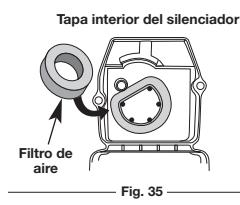

Fig. 35
- Gire la tapa y ubique el filtro de aire adentro. Saque el filtro de aire de adentro de la tapa del filtro de aire / silenciador (Fig. 35).
- Cambie el filtro de aire dentro de la tapa del filtro de aire / silenciador (Fig. 35).